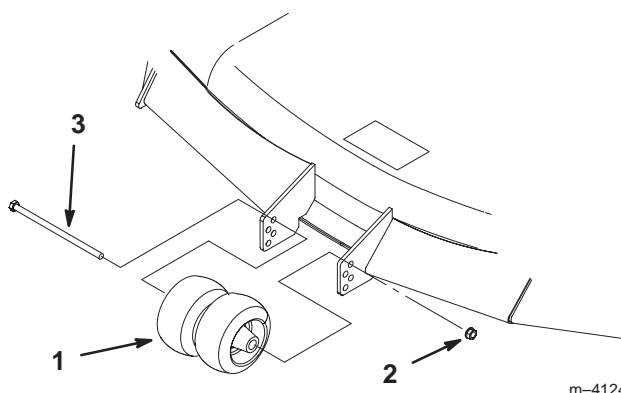

Figure 23
2. Lorsque la hauteur de coupe est réglée, enlevez le boulon et l'écrou (Fig. 23).
3. Choisissez le trou pour que la roue de jauge se trouve le plus près possible de la hauteur de coupe correspondante voulue (Fig. 23).
4. Remettez le boulon, les galets centraux et l'écrou (Fig. 23).